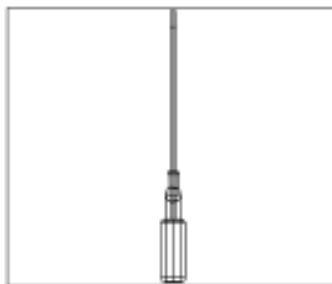

图 1-10
16. 单击  按钮或者在命令行直接输入 fillet。设定倒角半径为 30, 对手柄进行倒角处理。结果如图 1-10 所示。